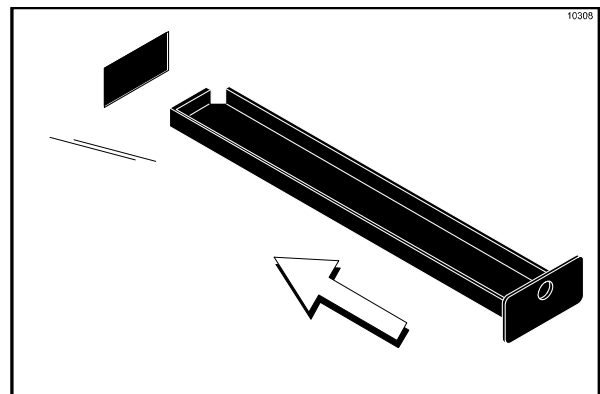

Abbildung 141
13. Die beiden kürzeren Tropfschalen in die entsprechenden Öffnungen in der Geräterückwand einschieben. Die beiden eingekerbten Tropfschalen in die rechts- bzw. linksseitige Verkleidung einschieben. (Siehe Abbildung 141.)